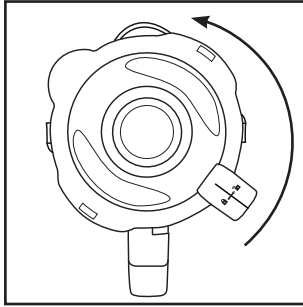

Bild 1
- 2) Ta av locket **2** genom att vrida det motsols mot läge  (se bild 1) tills det lossnar och kan tas av.